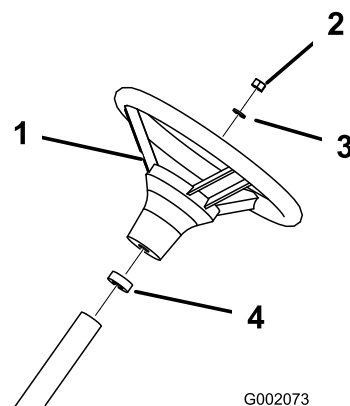

Figura 4
3. Fixe o volante ao eixo, utilizando a porca (Figura 4). Aperte a porca a 24-29 N-m.